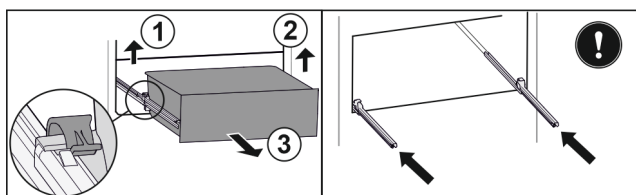

Fig. 95
- ▶ Levante la brida izquierda y, simultáneamente, tire de la parte izquierda del cajón hacia adelante. *Fig. 95 (1)*
- ▶ Levante la brida derecha y, simultáneamente, tire de la parte derecha del cajón hacia adelante. *Fig. 95 (2)*
- ▶ Extraiga el cajón hacia delante. *Fig. 95 (3)*